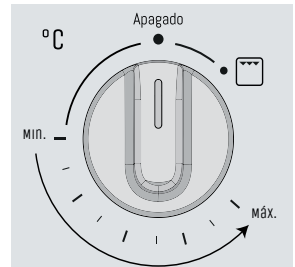

Figura 49. Selector de Temperaturas según modelo o referencia
- Seleccione la temperatura girando el selector de temperatura en sentido contrario a las manecillas del reloj, hasta el valor deseado (Ver figura 49).